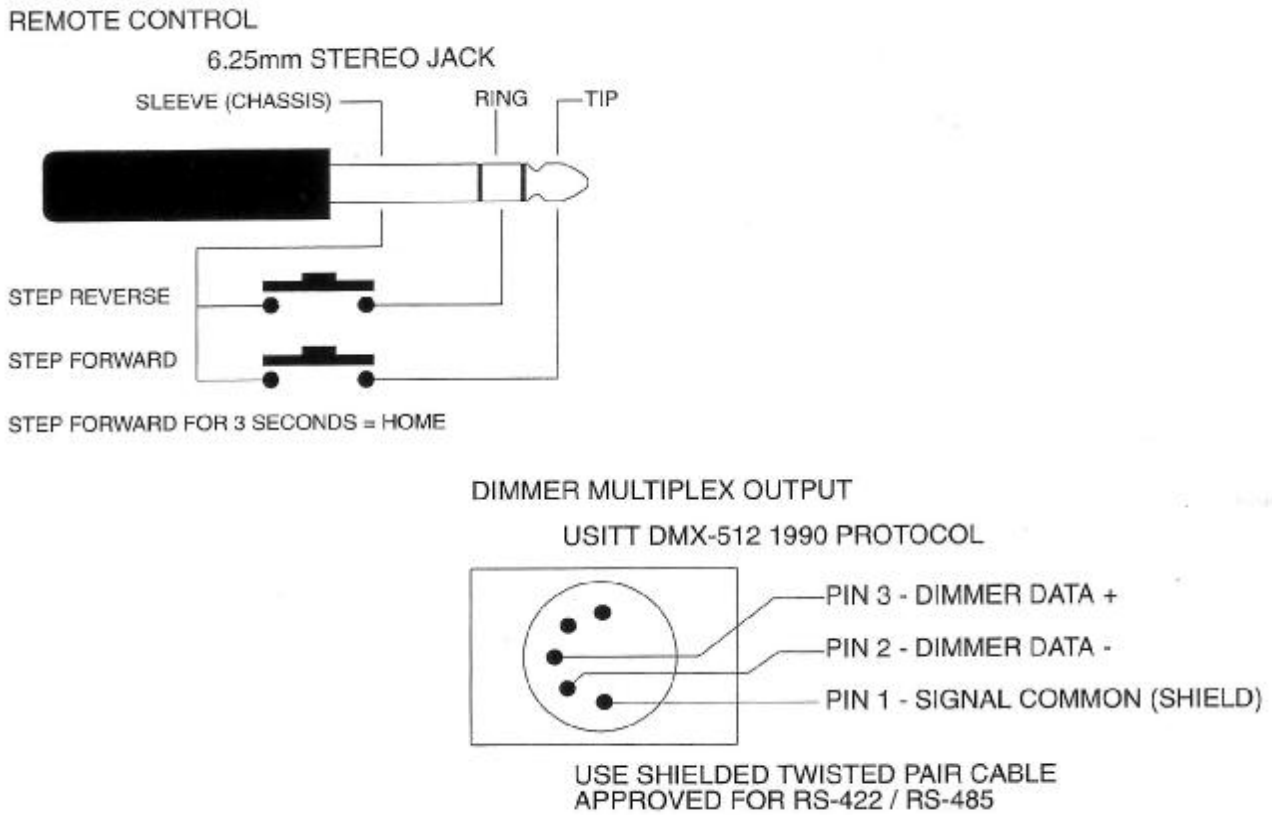

图 6-1 遥控的制作和 DMX 接口的连接
- 6、遥控接口 (REMOTE STEP INPUT) 中可插入遥控插头 (6.25mm STEREO JACK)。遥控插头的形状如下图 6-1，它有三个部分：TIP (顶端)、RING (环状) 和 SLEEVE (套管)；连接关系如图 6-1，制作方法：在 TIP 和 SLEEVE 之间连线，然后接一个按键；在 RING 和 SLEEVE 之间连线，然后接一个按键。操作请参阅第 8.3.5 的第 8 小节。
DMX 信号线缆必须是带屏蔽的双绞线，导线的截面积不小于 0.2 mm2。DMX 信号线缆一端连接五芯卡侬公插头，另一端连接五芯卡侬母插头。五芯卡侬公、母插头的引脚 (Pin) 上有 1~5 的序号，DMX 信号线缆与五芯卡侬插头之间的连接请参阅下表 6-1，也可参阅图 6-1 中的连接说明。